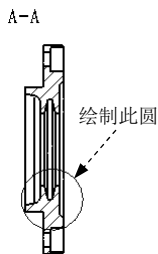

图 10.1.5 创建放大范围
Step2. 绘制放大范围。绘制图 10.1.5 所示的圆作为放大范围, 此时系统弹出“局部视图”对话框 (二)。